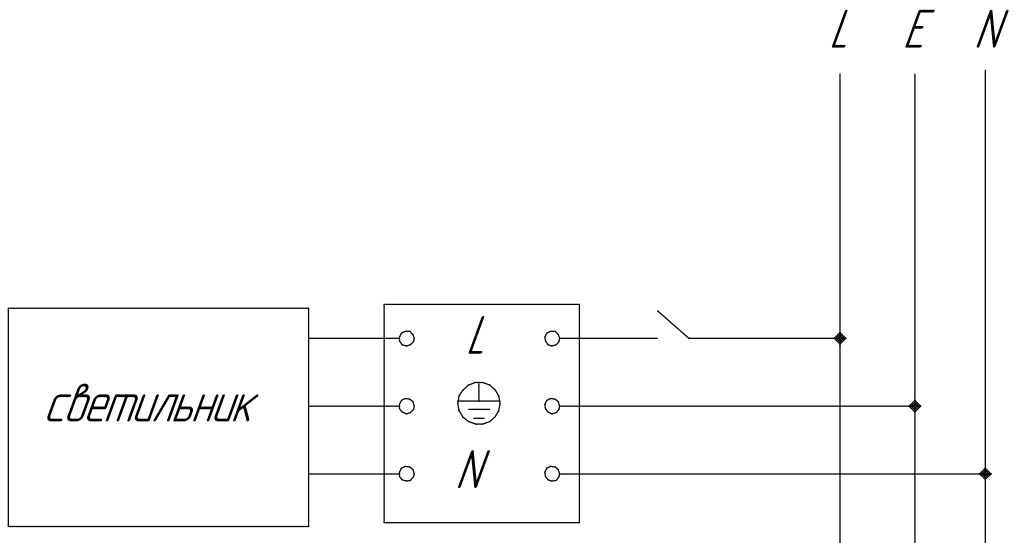

Рисунок 3 - Схема подключения светильника к сети
5.5 Подключите светильник к электрической сети согласно схеме рис. 3.